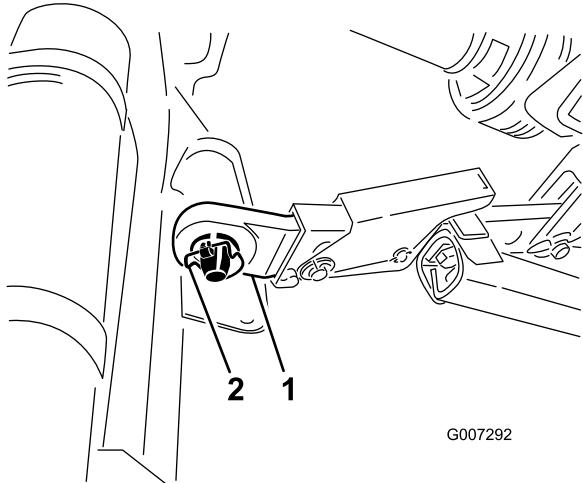

图6
- 将右下连杆臂和左下连杆臂插到挂钩销上图6。
- 使用保险销将下连杆臂固定到挂钩销上图6。